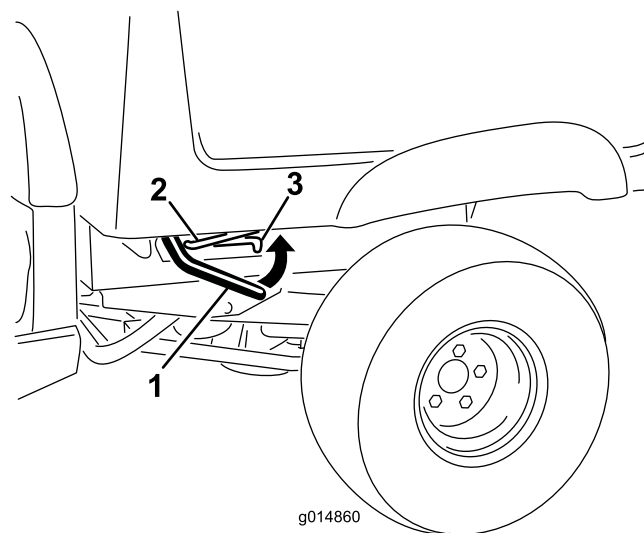

Figura 17
1. Com a alavanca em cada um dos lados, levante a caixa (Figura 17).
2. Prenda a caixa com a barra de apoio na ranhura de bloqueio (Figura 17).